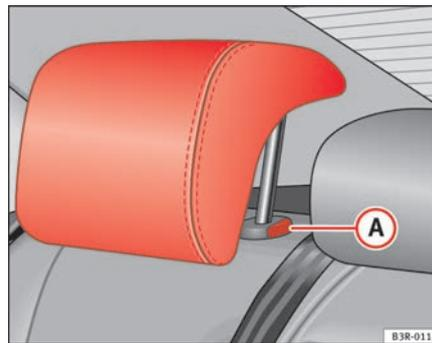

Fig. 111 Lugares laterais do banco traseiro: Apoios de cabeça
- Prima o botão **A** ⇒ página 142, fig. 111 e desça o apoio de cabeça.
- Prima o botão **A** ⇒ página 142, fig. 111 e, ao mesmo tempo, retire o apoio de cabeça.